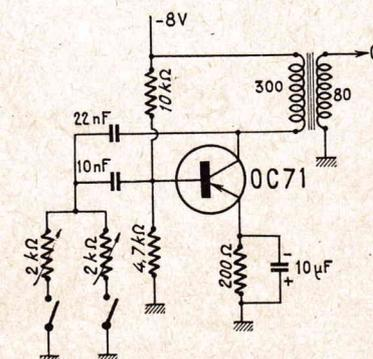

Fig. 5
**Modulateur voiles** (fig. 5). Schéma classique avec pour transformateur un Audax TRSS 11 rebobiné primaire 300 spires, secondaire 80 spires en 2/10. Les résistances ajustables de 2 kΩ permettent d'accorder sur les fréquences des filtres de 1 et 1,7 kc/s. On peut shunter ces ajustables pour une meilleure précision de réglage.